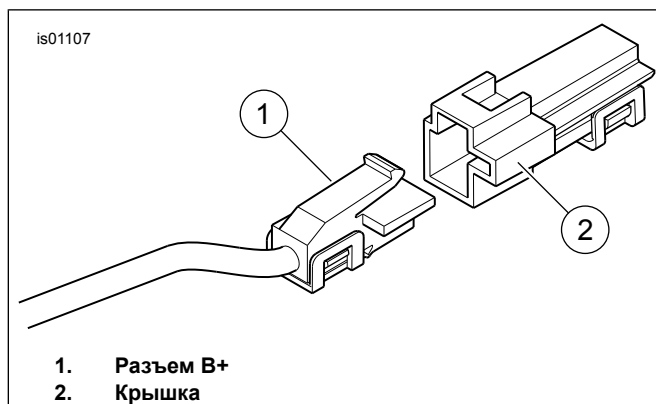

Рисунок 5. Разъем B+
1. См. Рисунок 5 . Определите расположение разъема В + (положительный полюс аккумулятора) (1) на главном электрическом жгуте под сиденьем (красный провод с неиспользуемым серым разъемом). Снимите крышку (2) с разъема.